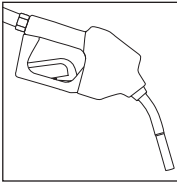

Figure 12/Illustración 12
- Visually inspect the dispensing equipment for excessively worn, abused, mistreated or leaking equipment or damage to the spout. Replace equipment immediately. (See Figure 12)
- Inspeccione visualment el equipo surtidor para determinar la presencia de desgaste, uso indebido, maltrato o fugas o daño a la boquilla de la pistola. Si es necesario, sustituya el equipo de inmediato (consulte la Ilustración 12).